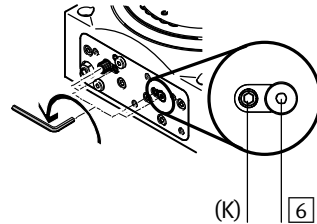
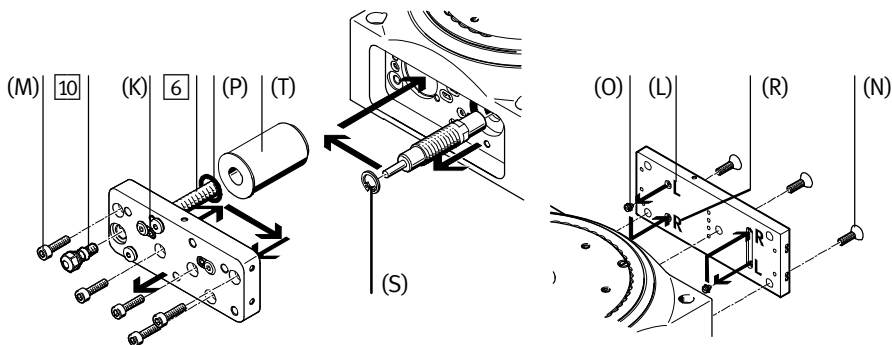

Fig. 11
Fig. 14
4. Демонтируйте с амортизатора стопорное кольцо (S) с помощью съемных клещей.
- уплотнительное кольцо (P) / буфер (для DHTG-65) в расположенный рядом паз
6. Выкрутите крепежные винты (N) из стопорной пластины.
- оба запорных винта (O), расположенных на обратной стороне стопорной пластины,
Открытые отверстия (R) или (L) на Fig. 14 определяют направление вращения Открыты (отверстия (R) : правое вращение (по часовой стрелке)).
8. Снова затяните крепежные винты (N) стопорной пластины (Момент затяжки → Tab. 17). Поворотный стол, как и раньше, приводится в действие пневматически.
9. Снова закручивайте регулировочный винт [6] до тех пор, пока не будет достигнуто нужное демпфирование → Fig. 11.